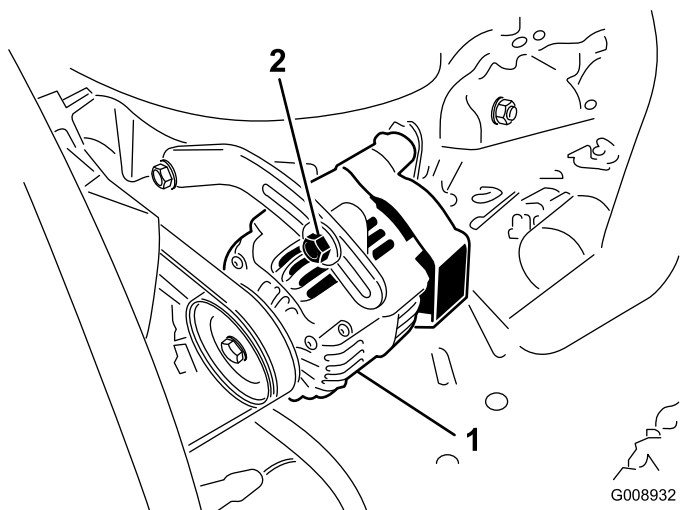

Figura 78
Verifique o estado e a tensão das correias (Figura 78) após cada 100 horas de funcionamento.
2. Se a deslocação obtida não for igual a 10 mm, deve desapertar os parafusos de montagem do alternador (Figura 78).